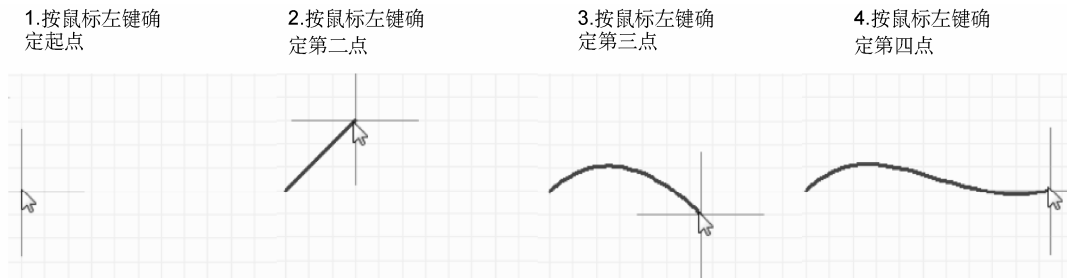

图 4-57 绘制贝塞尔曲线
(1) 执行菜单命令 Place >> Drawing Tools >> Bezier, 或者单击 Utility Tools 子工具栏上的  按钮, 光标变为十字形, 单击鼠标左键确定第一个点。
(2) 移动光标拉出一条直线, 单击鼠标左键固定第二个点。
(3) 按照同样的方法继续移动光标到合适位置, 移动光标时曲线形状也会随之改变, 单击确定第三和第四个点, 整条曲线就绘制完成了, 如图 4-57 所示。按下鼠标右键退出绘制状态。